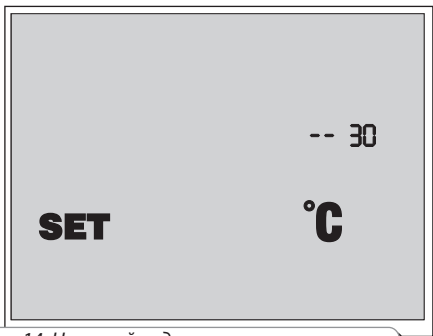

Рис. 14. Настройка датчиков температуры
- После входа в режим настройки на дисплее настенной панели управления отображаются настройки температуры датчика канальной температуры (см. рис. 14).